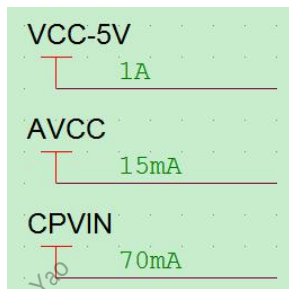

图 2-49 AUDIO 电源工作电压电流标注
- CPUX 的 JTAG 调试接口和 UART 接口分别可以从 SOC 的 PB、PF 口出来，两者必须至少保留其中一种接口，以便开发调试和量产问题分析处理。在有 TF 卡功能的产品中，建议 PB 口也尽量预留测试点，量产可以不贴元件，增加问题的分析调试通道。UART 接口建议增加防漏电电路，避免样机在长期老化测试中样机和电脑之间存在漏电，导致机器工作不正常或者电脑被拉挂。如图 2-49。